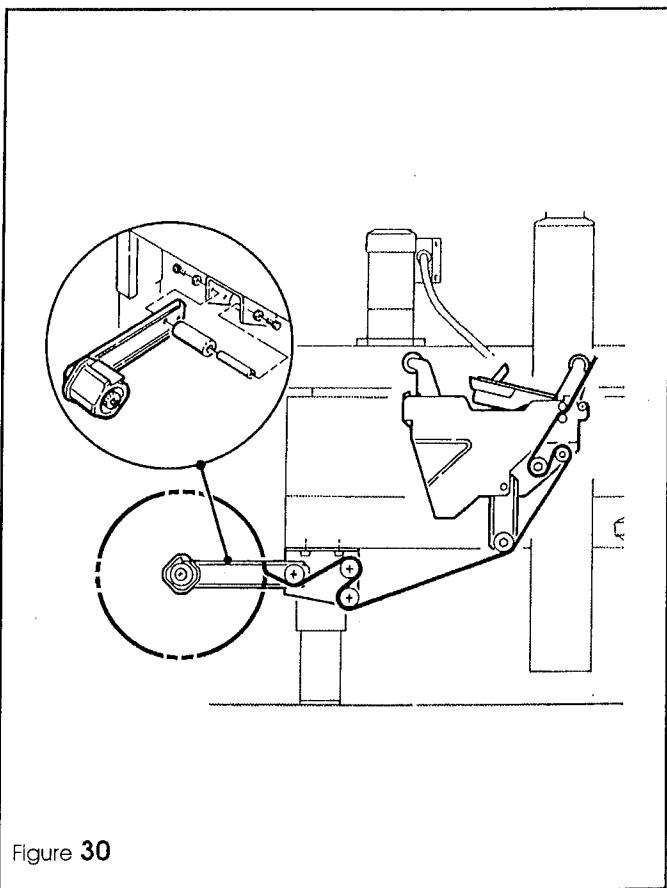

Figure 30
- 4 - Installer et fixer l'assemblage support du tambour du ruban sur la sortie du cadre inférieur, comme indiqué sur la Figure 30
- 4 - Kleebandabrollung am Ausbaufenster am Ausgang des Maschinenrahmens einbauen gemäss Figure 30.